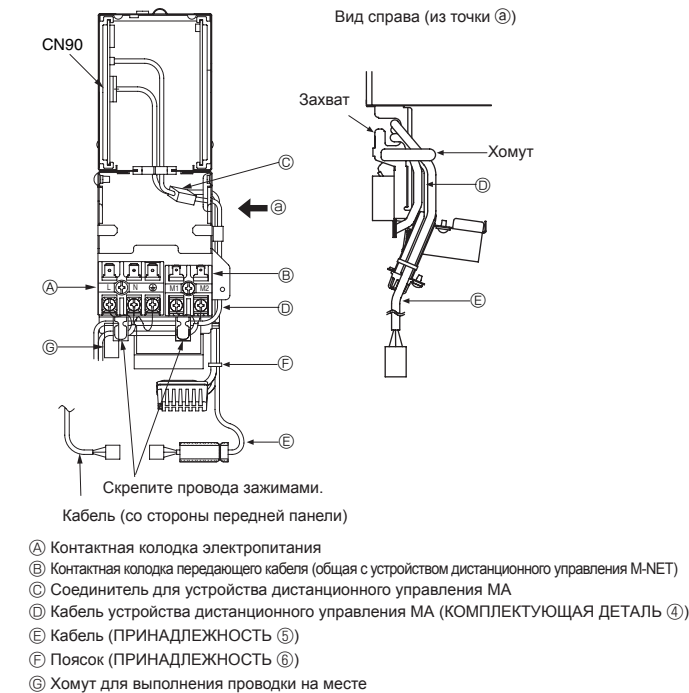

Fig. 5-1
5.1. Внутренний прибор (Fig. 5-1, 5-2)